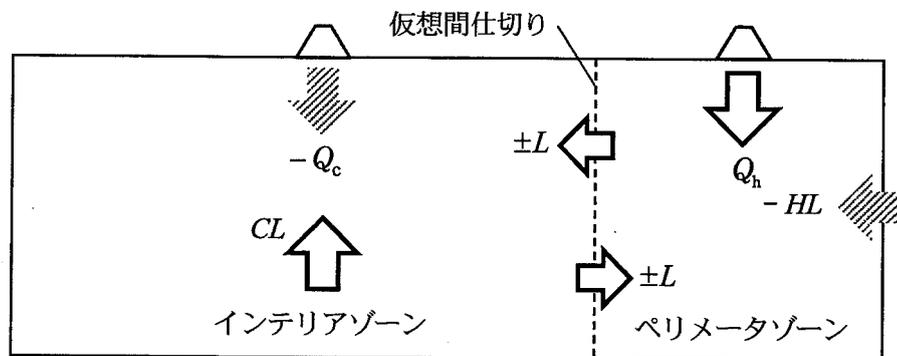

図1
図1は、仮想の間仕切りを想定して、あるオフィスエリアをインテリアゾーンとペリメータゾーンにゾーニングして、それぞれ独立した系統で空調したときの冬期における冷暖房負荷と供給熱量あるいは除去熱量との関係を示したものである。ここで、冷房負荷を  $CL$ 、暖房負荷を  $HL$ 、仮想間仕切り間を行き来する熱を  $L$  とし、それに対する空調システムからの冷熱供給量を  $Q_c$ 、温熱供給量を  $Q_h$  とする。これらはいずれも正の値とし、冷却あるいは失われる熱には「-」を付す。
2) 図1において、次の i) ~ iii) の3ケースにおける熱バランスを考えてみる。